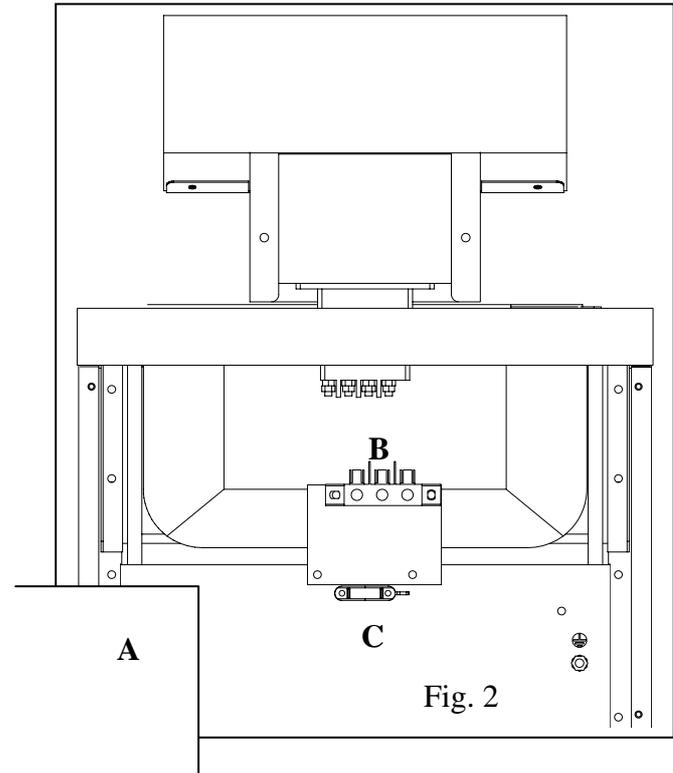

Fig. 2
(FR) Déposer le capot arrière **A** (fig.2). Procéder au raccordement en utilisant un câble souple normalisé, au bornier **B** (fig. 2 & 3). Fixer le câble au moyen du serre câble **C**.
(DE) Die Halteschrauben der hinteren Abdeckung **A** (fig. 2). Das Netzkabel an den Anschlußklemmblock **B** anschließen (Abb. 2 und 3). Das kabel mit der Kabelklemme **C** befestigen.
(IT) Togliere le viti che mantengono il coperchio posteriore **A** (fig.2 & 3). Raccordare alla morsettiera **B** secondo figura 2 & 3. Fissare il cavo per mezzo del serracavo **C**.